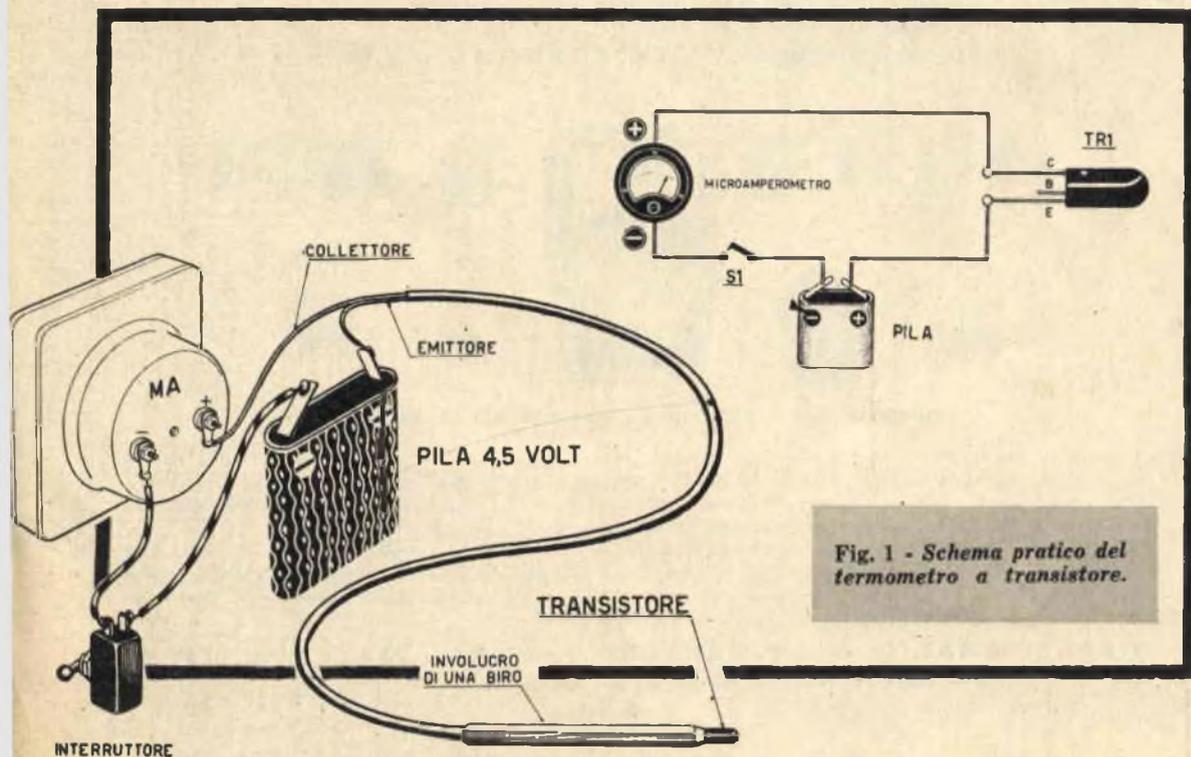

Fig. 1 - Schema pratico del termometro a transistor.
*Fig. 1 - Il microscopio è costituito da due parti principali in legno: il basamento e la colonna di sostegno. Sul basamento sono fissati i supporti per lo specchio riflettente mentre sulla colonna sono sistemati il supporto fisso per la lente alla glicerina e lo scorrevole porta-vestrino. Mediante il sistema formato dalla manopolina, dal filo di nailon e dall'elastico, sono possibili i piccoli spostamenti del vetrino porta-oggetti per l'esatta messa a fuoco.*
Fig. 1 - Disco stroboscopico per il controllo della velocità di trascinamento del nastro in un magnetofono. Il disco dev'essere ritagliato con cura e incollato su un disco di legno compensato dello stesso diametro.